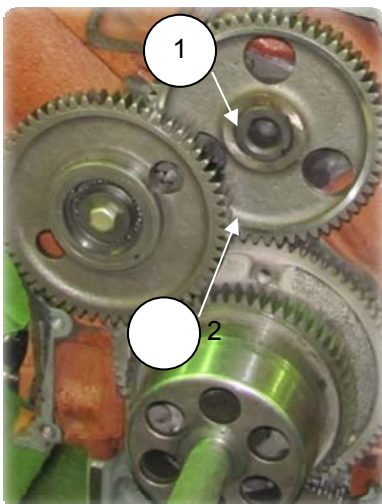

Рис. 6.20
1. Установить шестерню ведущую (1) (840.1029114-01) привода вала распределительного на ось (рис. 6.20), совместив метки "О" на шестерне ведущей с метками "О" шестерни вала коленчатого и шестерни вала распределительного (Приложение Е).
2. Собрать болт (2) крепления подшипника с шайбой упорной со штифтом, завернуть болт в ось шестерни предварительно на 2-3 нитки от руки (рис. 6.20).